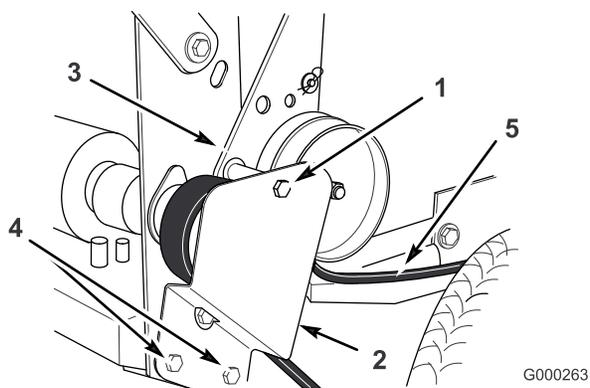

Figure 42
2. Enlevez le boulon supérieur du support et de la patte de la poulie de tension au bâti arrière (Figure 42).
3. Desserrez suffisamment les deux vis de fixation inférieures pour permettre à la courroie de passer entre la poulie d'entraînement et le support de la poulie de tension (Figure 42).
6. Montez la vis de fixation supérieure du support et de la patte de la poulie de tension au bâti arrière (Figure 42).
7. Serrez suffisamment les deux vis de fixation inférieures pour permettre à la courroie de passer entre la poulie d'entraînement et le support de la poulie de tension (Figure 42).